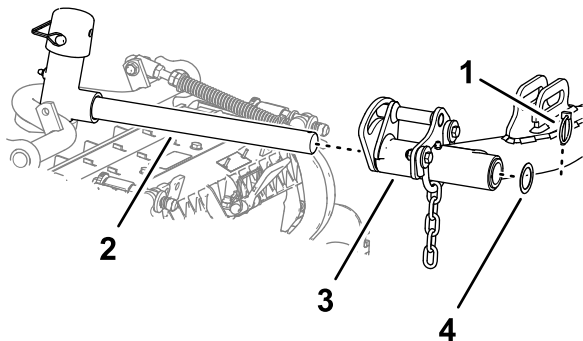

**Figure 21**
**Blocage du pivot des unités de coupe sur une pente** – Bloquez le pivot des unités de coupe pour empêcher celles-ci de pivoter vers le bas quand vous tondez à flanc de pente. Utilisez le trou dans la chape de pivot (Figure 21) pour bloquer l'unité de coupe. Utilisez la fente pour une unité de coupe de direction.